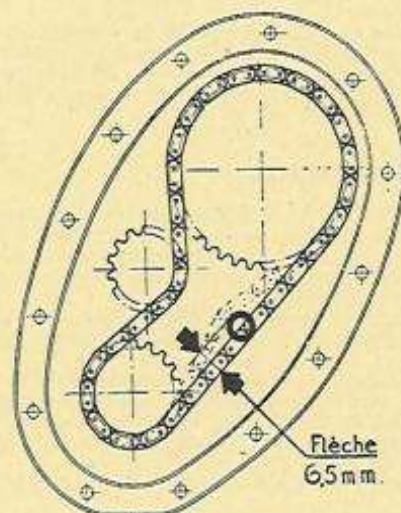

Fig. 23. — Flèche de la chaîne.
• 4° Ressermer le contre-écrou (4) et remonter le dispositif d'étanchéité. La flèche maximum de la chaîne doit être de 6,5 mm (fig. 23).